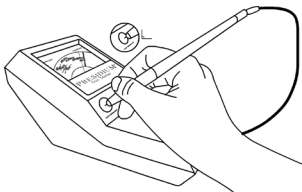

图 1.4
- 将探针头顶在指示灯左边的仿品检测盘上(图 1.4)。施加足够压力，使针头完全缩进探针笔中。在两到三秒钟内，指针应该摆至白色条带中并保持不动(最好位于白色条带中央)，上方显示“CAL”。